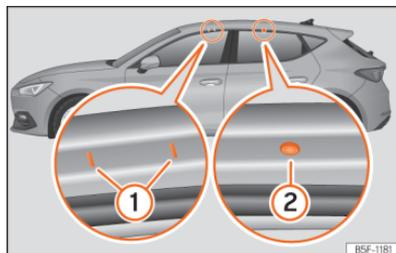

Abb. 197 Befestigungspunkte der Längsträger für den Dachgepäckträger (Leon).
Gültig für Leon: Die vorderen und hinteren Befestigungspunkte (1) und (2) sind nur bei geöffneten Türen sichtbar »» (Abb. 197).